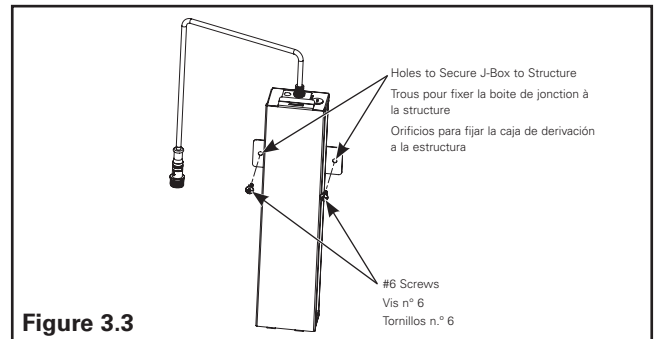

Figure 3.3
- Mounting placement of the junction box to be 6" - 11" away from center of hole in the ceiling. Using the junction box's mounting holes, mount to building structure in accordance to local code as required. (Figure 3.3)
- Le positionnement de la boîte de jonction doit être à 152,4 à 279,4 mm (6 à 11 po) du centre du trou au plafond. À l'aide des trous de montage de la boîte de jonction, montez sur la structure du bâtiment conformément au code local (Figure 3.3).